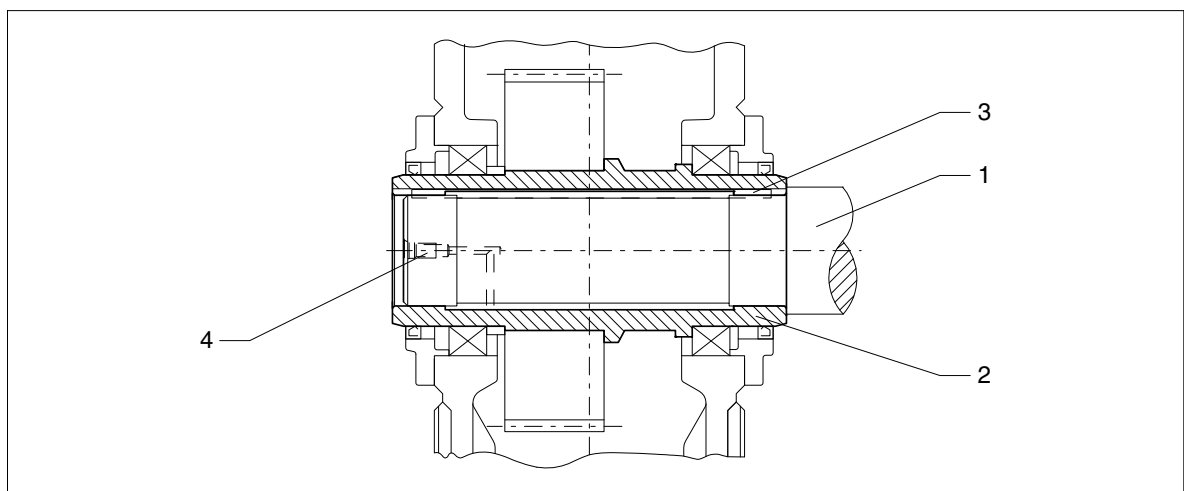

Bild 46: Hohlwelle mit Paßfedernut, Vorbereitung
Zur besseren Demontage (siehe auch Punkt 6.4.3) empfehlen wir im Wellenende der Arbeitsmaschine einen Anschluß für Drucköl vorzusehen. Hierzu ist eine Bohrung anzubringen, die in der Ausdehnung der Hohlwelle mündet (siehe Bild 46). Dieser Anschluß kann auch für die Zuführung von Rostlöser verwendet werden.
- Bei Bildung von Passungsrost an den Sitzflächen, ist das Abziehen des Getriebes durch den Einsatz von Rostlöser zu erleichtern. Das Einbringen des Rostlösers kann durch den Druckölananschluß (siehe Bild 46) z. B. mittels einer Pumpe erfolgen.